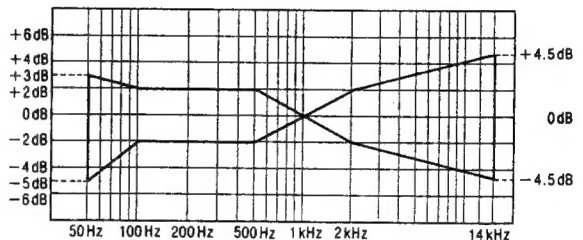

Abb. 9
8. Achten Sie darauf, daß sich der Frequenzpegel in dem in **Abb. 9** aufgezeigten Bereich befindet.